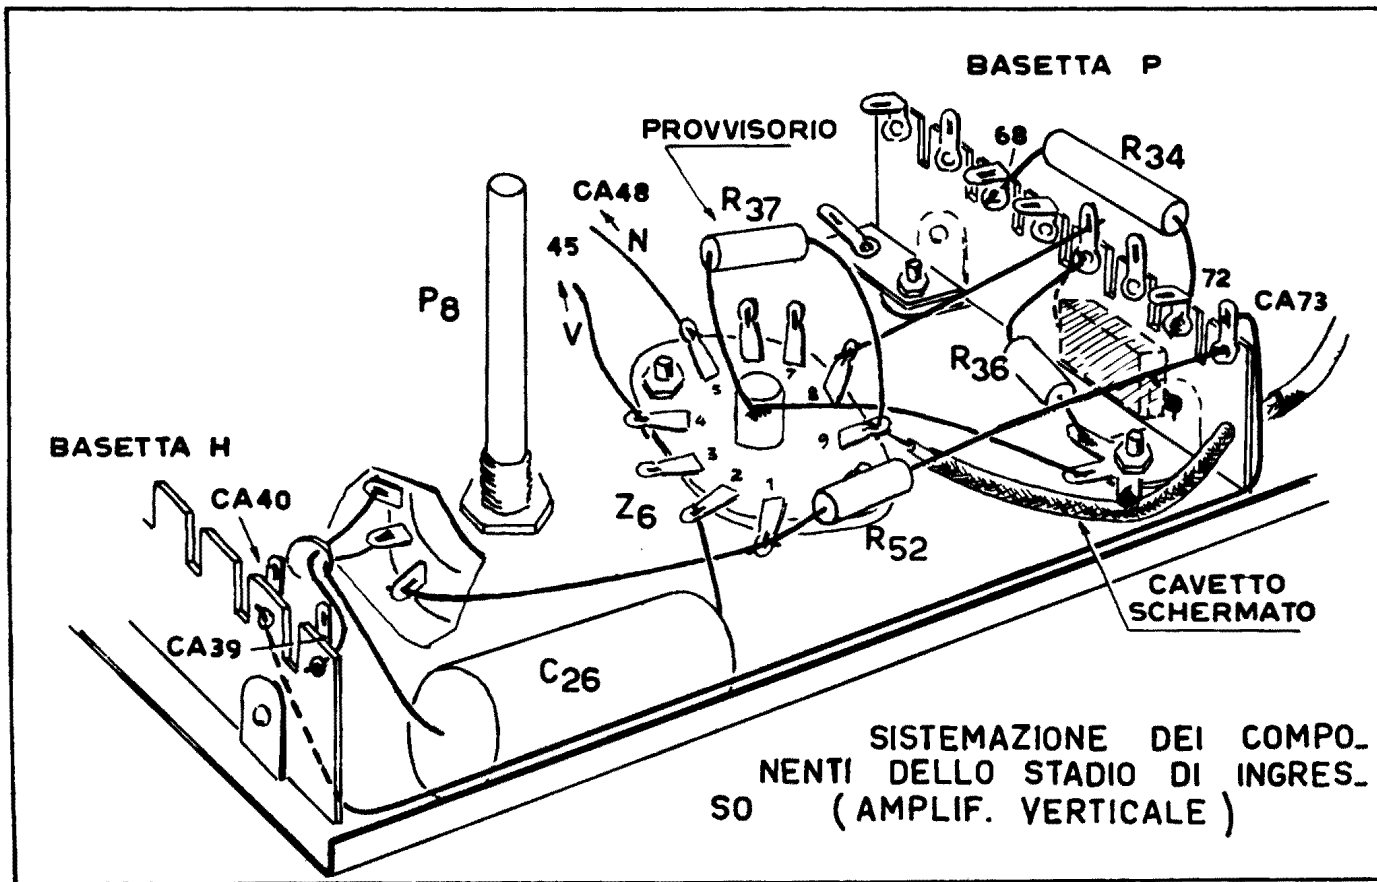

Fig. 7
Per eseguire le varie operazioni (veda la fig. 7) è opportuno smontare il telaio dai suoi supporti, come già fatto più volte. A montaggio terminato fisserà in forma definitiva il telaio stesso sull'intelaiatura.
c) - SALDI IL RESISTORE R36 ( $470 \Omega - 1/2 W$ ) FRA L'OCCHIELLO DEL CA70 (P) E LA LINGUETTA LM13 (fig. 7).